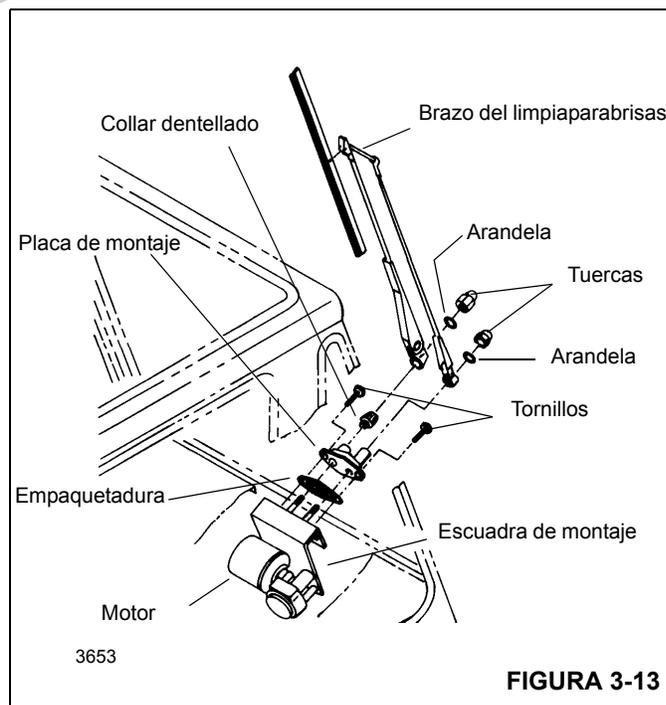

FIGURA 3-13
2. Conecte el motor del limpiaparabrisas a su escuadra con tornillos y arandelas (vea la (Figura 3-13)). Conecte el eje del motor del limpiaparabrisas a la manivela del conjunto de motor del limpiaparabrisas con la tuerca y la arandela.